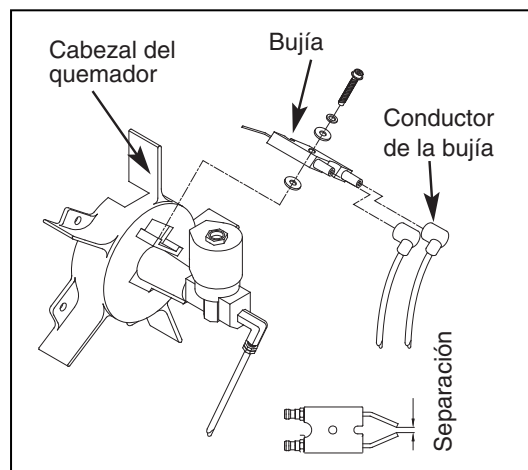

Figura 8. Bujía
- Desconecte el conductor de la bujía de la bujía (consulte la Figura 8).